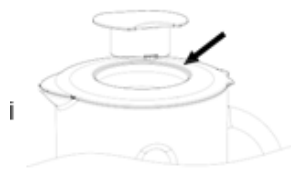

Fig.7
- Dacă doriți să adăugați ingrediente în timp ce blenderul este în funcțiune, scoateți dopul și adăugați-le prin orificiul capacului (vezi fig. 7).